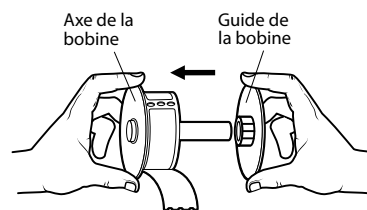

Figure 1
- 4 Tenez l'axe dans votre main gauche et insérez le rouleau d'étiquettes dans l'axe de sorte qu'il se déploie par le bas et que son côté gauche soit fermement appuyé sur le côté de la bobine. Voir Figure 1.